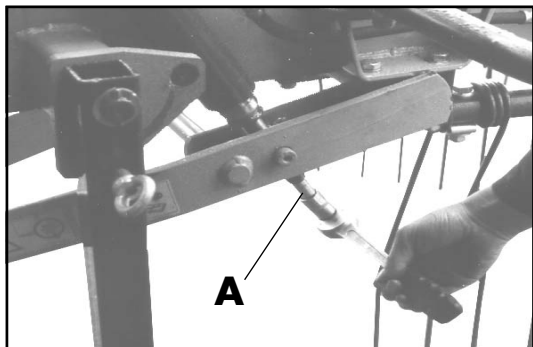
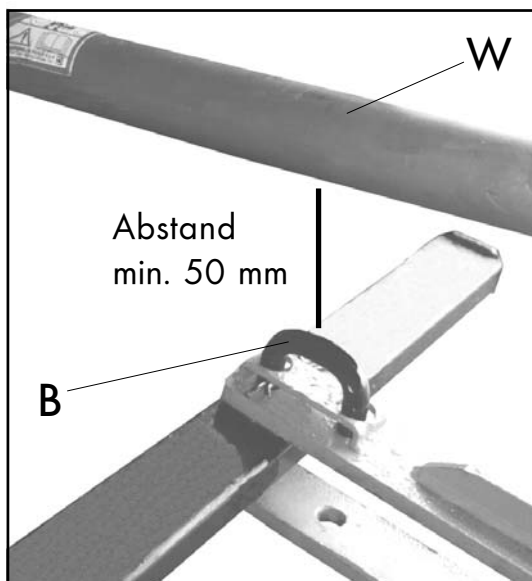

Bild 4-8
Bild 4-9
Die Deichsel sollte immer so eingestellt sein, daß die Maschine leicht nach vorne geneigt ist. Die Einstellung erfolgt über die Verstellspindel „A“ (Bild 4-8). Dabei ist darauf zu achten, daß der Mindestabstand von 50 mm zwischen Bolzen „B“ und Gelenkwelle „W“ nie unterschritten wird (Bild 4-9).
- Bei An- und Abbau der Maschine ohne hydraulischen Unterlenker erfolgt die Entlastung der Deichsel über die Verstellspindel „A“ (Bild 4-8)